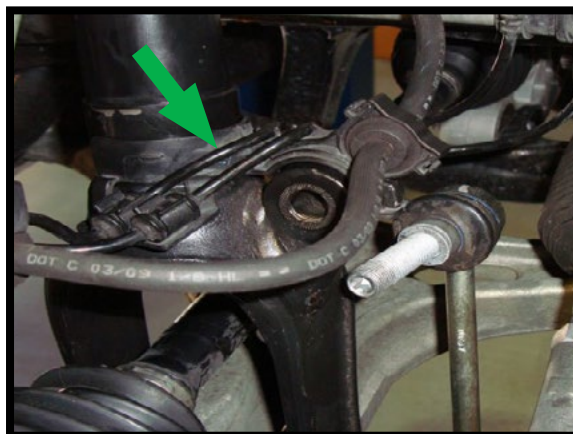

图4
6. 剪断固定线束支架的扎带，然后拆下减震器的线束支架。（图4）